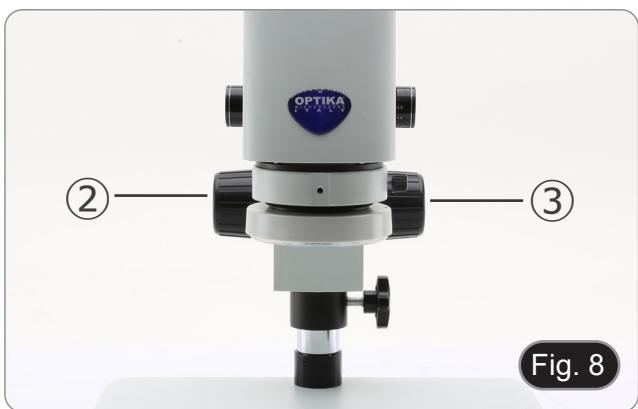

Fig. 8
1. Pour régler la tension de mise au point, tenez le bouton gauche ② et tournez le bouton droit ③. (Fig. 8)